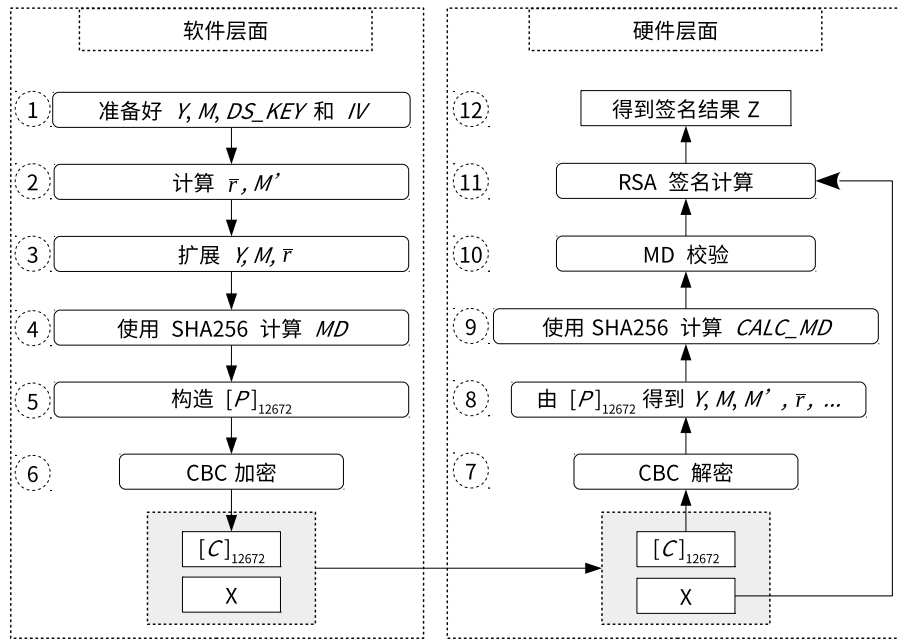

图 22-1. 软件准备工作与硬件工作流程
如果用户想使用 DS 模块进行数字签名，软件和硬件必须紧密配合才可以顺利完成，并且软件需要做一系列准备工作，如图 22-1 所示。图中左边给出了在硬件开始 RSA 签名计算之前，软件需要做哪些准备工作。图中右边展示了硬件在整个签名计算的过程中具体会做些什么。
- 对于多次签名计算，软件准备工作（图 22-1 左侧）只需要进行一次，但对于每一次签名计算，硬件运算（图 1-1 右侧）都需要重新进行。
用户需要依照图 22-1 指定的步骤来计算  $C$ 。详细的过程描述如下：
#### 1. 解析阶段，即图 22-1 中的步骤 7 和步骤 8
解析过程是图 22-1 中步骤 6 的逆过程。DS 模块将调用 AES 硬件加速器以 CBC 块模式对输入的密文信息  $C$  进行解密，获取明文信息。该过程可以表示为  $P = \text{AES-CBC-DEC}(C, DS\_KEY, IV)$ ，其中  $IV$  就是  $[IV]_{128}$ ，由用户直接指定； $[DS\_KEY]_{256}$  由硬件 HMAC 提供，由存储在 eFuse 中的  $HMAC\_KEY$  得到，软件无法获取。
#### 2. 校验阶段，即图 22-1 中的步骤 9 和步骤 10
DS 模块会执行两种校验操作：MD 校验和填充 (padding) 校验。由于填充校验和 MD 校验同步进行，因此填充校验不在图 22-1 中体现。
#### 3. 计算阶段，即图 22-1 中的步骤 11 和步骤 12